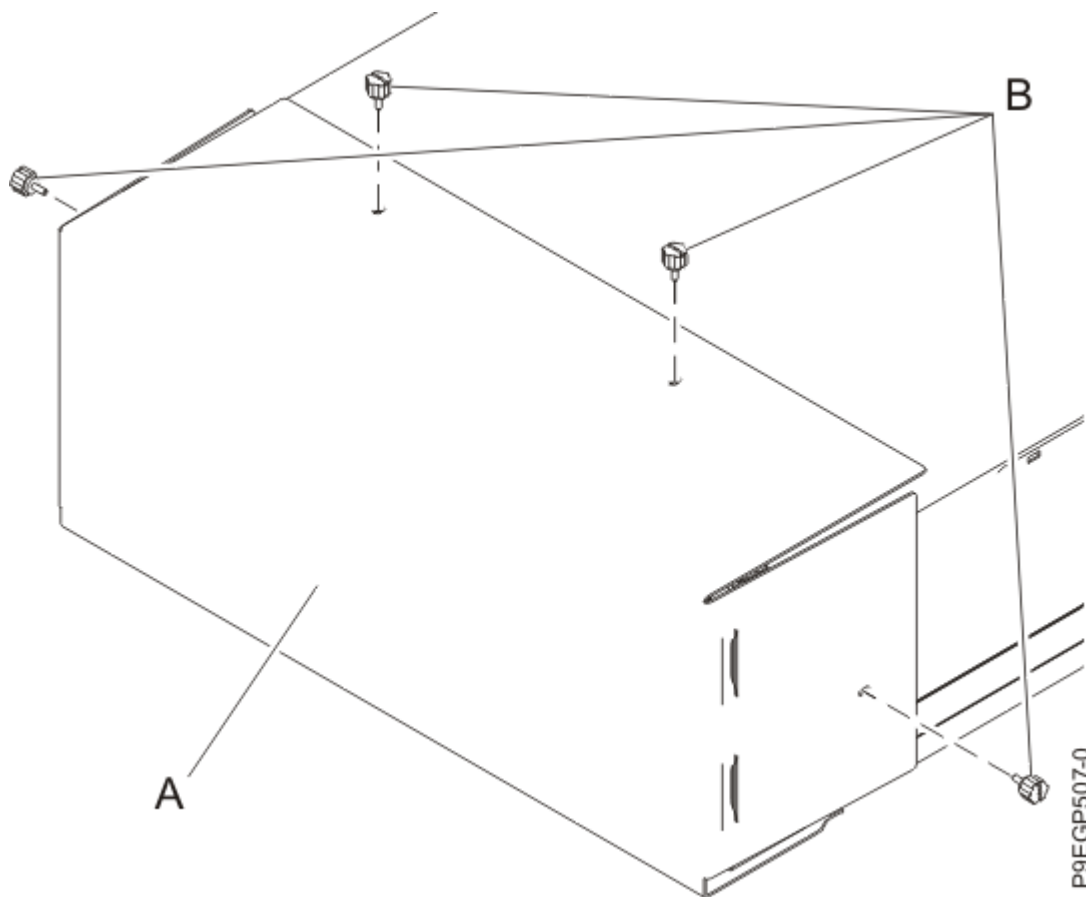

Figura 7. Scoaterea capacului de transport
2. Scoateți cele patru șuruburi cu cap striat **(B)** care fixează capacul pentru transport **(A)** în spatele sertarului, așa cum se arată în Figura 7 a pagina 10. Înlăturați capacul pentru transport.